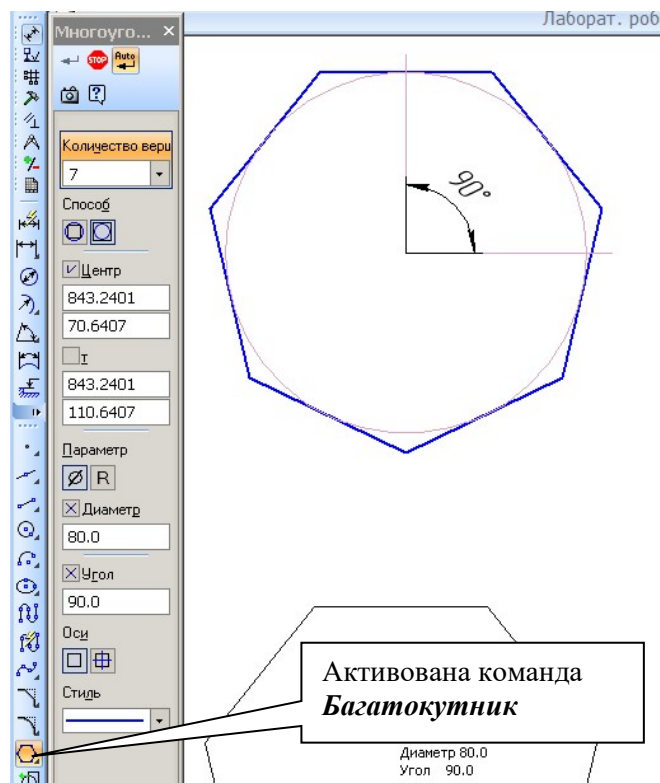

Рис. 2.4
3. Побудуйте багатокутник: з кількістю вершин – 7, по вписаному колу діаметром 80 мм, з кутом 90° (рис. 2.4).